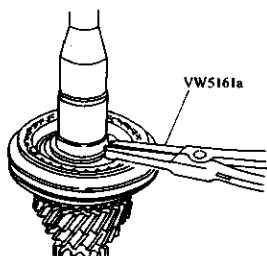

图 3-75 拆下同步器锁圈
- 3) 拆下同步器锁圈,如图 3-75 所示。
5) 装上锁圈, 见图 3-75 所示。